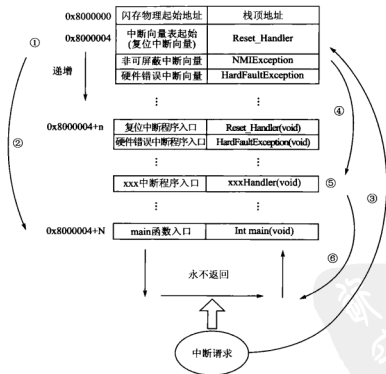
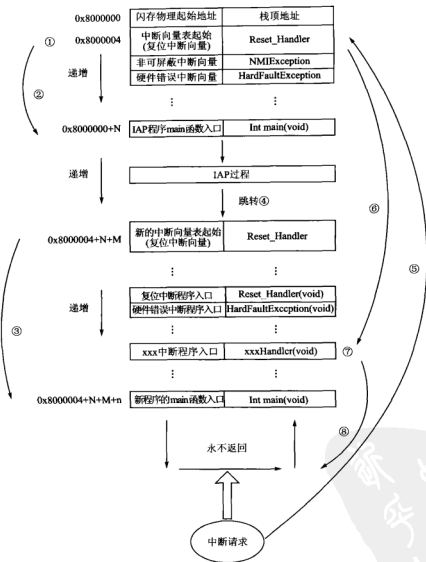

图 7.1 STM32 常规的运行流程
图 7.2 加入 IAP 程序后 STM32 的运行流程
在 STM32 微控制器上实现 IAP 方案,除了 USART 通信、Flash 数据写入等常规操作外,还需注意 STM32 的启动过程和中断响应方式。图 7.1 显示了 STM32 常规的运行流程。
对图 7.1 解读如下：
断服务程序,如图 7.1 中标号①所示。
- 复位中断服务程序执行的最终结果是跳转至 C 程序的 main 函数,如图 7.1 中标号②所示,而 main 函数应该是一个死循环,是一个永不返回的函数。
- 在 main 函数执行的过程中,发生了一个中断请求,此时 STM32 的硬件机制会将 PC 指针强制指回中断向量表处,如图 7.1 中标号③所示。
- 根据中断源进入相应的中断服务程序,如图 7.1 中标号⑤所示。
- 中断服务程序执行完毕后,程序又返回至 main 函数中执行,如图 7.1 中标号⑥所示。
若在 STM32 中加入了 IAP 程序,则情况会如图 7.2 所示。对图 7.2 的解读如下:
- STM32 复位后,从地址 0x8000004 处取出复位中断向量的地址,并跳转执行复位中断服务程序,随后跳转至 IAP 程序的 main 函数,如图 7.2 中标号①、②所示。这个过程和图 7.1 相应部分是一致的。
- 执行完 IAP 过程后(STM32 内部多出了新写入的程序,图 7.2 中以灰色底纹表示,地址始于 0x8000004+N+M)跳转至新写入程序的复位向量表,取出新程序的复位中断向量的地址,并跳转执行新程序的复位中断服务程序,随后跳转至新程序的 main 函数,其过程如图 7.2 的标号③所示。新程序的 main 函数应该也具有永不返回的特性。同时应该注意在 STM32 的内部存储空间不同的位置上出现了 2 个中断向量表。
- 在新程序 main 函数执行的过程中,一个中断请求来临,PC 指针仍会回转至地址 0x8000004 中断向量表处,而并不是新程序的中断向量表,如图 7.2 中标号⑤所示。注意到这是由 STM32 的硬件机制决定的。
- 根据中断源跳转至对应的中断服务,如图 7.2 中标号⑥所示。注意此时跳转至新程序的中断服务程序中。
- 中断服务执行完毕后,返回 main 函数,如图 7.2 中标号⑧所示。